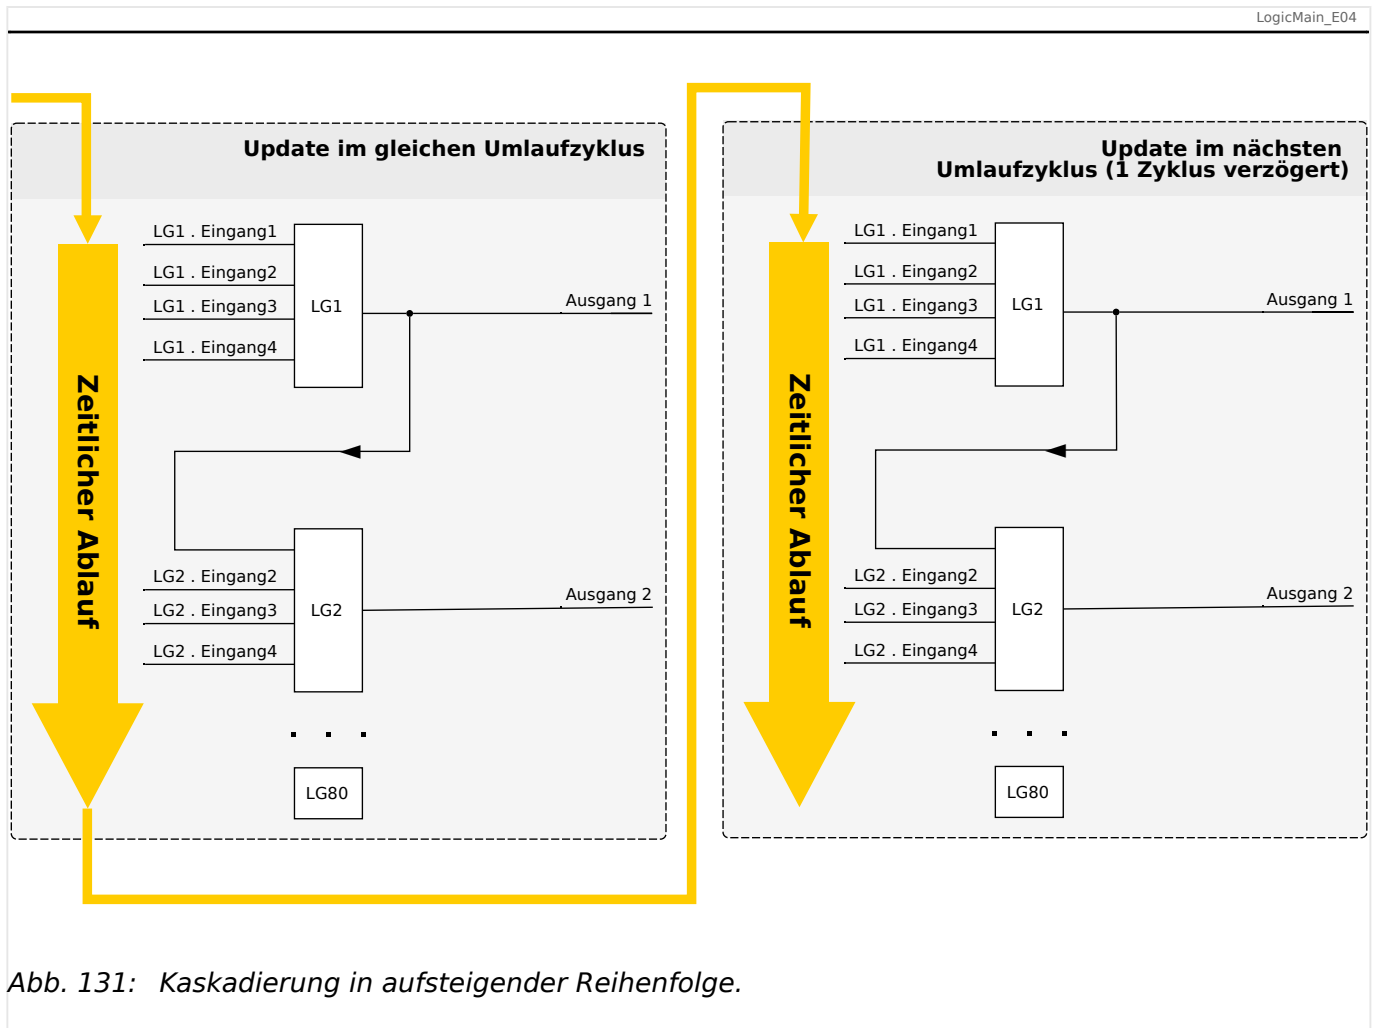
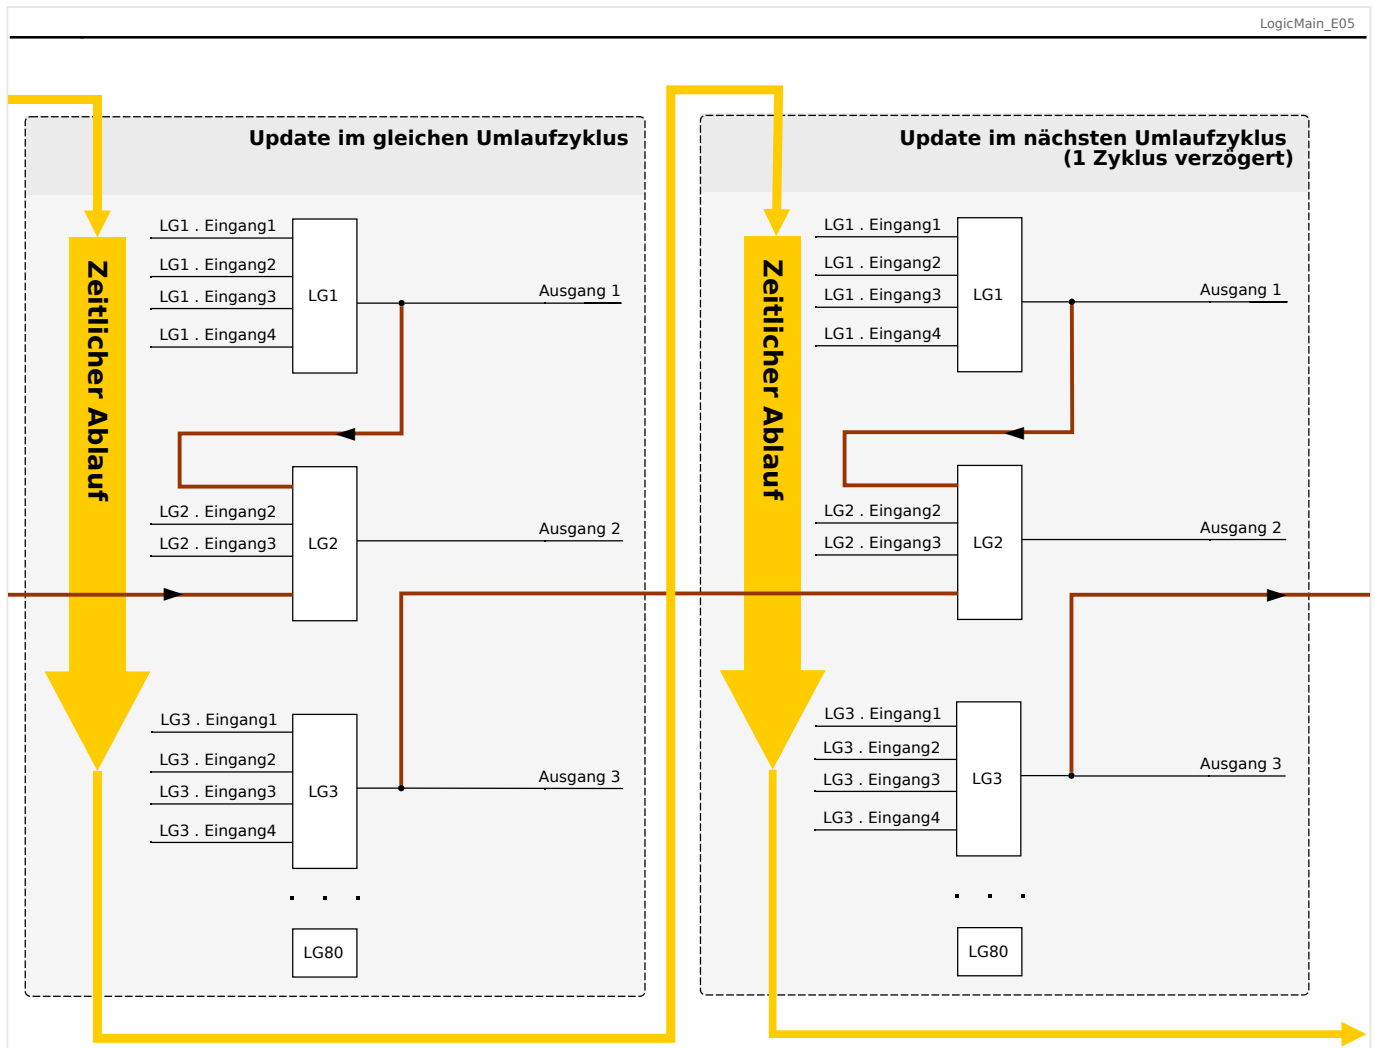

Abb. 131: Kaskadierung in aufsteigender Reihenfolge.
Abb. 132: Kaskadierung in absteigender Reihenfolge.
- Kaskadierung in **aufsteigender** Reihenfolge bedeutet, dass der Ausgang einer Logikgleichung auf den Eingang einer Logikgleichung mit **höherer** Nummer rangiert wird. Das Diagramm  Abb. 131 weiter unten zeigt ein Beispiel, bei dem der Ausgang von LG1 auf einen Eingang von LG2 rangiert wird.
- Kaskadierung in **absteigender** Reihenfolge bedeutet, dass der Ausgang einer Logikgleichung auf den Eingang einer Logikgleichung mit **niedrigerer** Nummer rangiert wird. Das Diagramm  Abb. 132 zeigt ein Beispiel, bei dem der Ausgang von LG3 auf einen Eingang von LG2 rangiert wird.
Bei der Konfiguration des Schutzgerätes bestehen keinerlei Einschränkungen oder Unterschiede zwischen aufsteigender und absteigender Reihenfolge. Da allerdings während der Laufzeit des MRMV4 die Logikgleichungen in aufsteigender Reihenfolge ausgewertet werden, haben die resultierenden Ausgangswerte, die am Eingang der Logikgleichung anstehen, ein unterschiedliches „Alter“, wie in  Abb. 131 und  Abb. 132 veranschaulicht wird.
Das in Abb. 132 gezeigte Beispiel zeigt eine Konfiguration von „Logikgleichung 2“, die den Ausgang von zwei weiteren Logikgleichungen, „Logikgleichung 1“ und „Logikgleichung 3“, als Eingangszustände verwendet. Hierbei ist der Ausgang von „Logikgleichung 1“ in aufsteigender Reihenfolge verwendet, sodass der Wert in jeweils demselben Prozesszyklus ermittelt wird. Der Ausgang von „Logikgleichung 3“ wird in absteigender Reihenfolge verwendet, sodass der Wert in dem jeweils vorherigen Prozesszyklus ermittelt wurde.